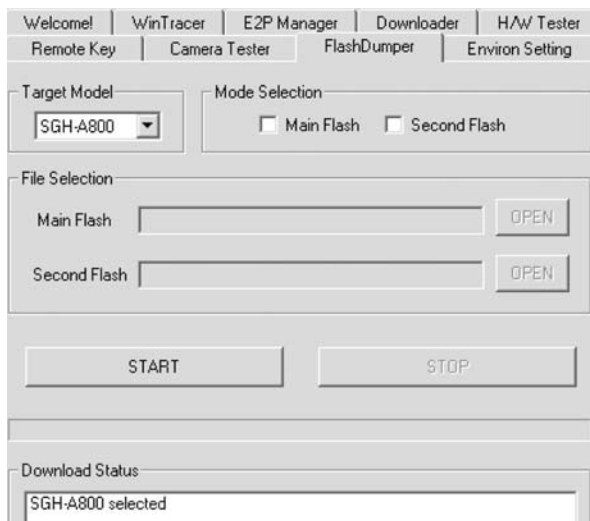

Рис. 1.53. Сохранение дампа памяти телефона
2. Переходят на вкладку «Flash Dumper» (рис. 1.53).